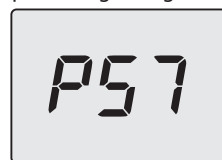

Figura 5.28
- Premere per 1 sec. il tasto 18 (Figura 5.24) per entrare nel parametro selezionato. Il display visualizzerà quanto segue (Figura 5.28).